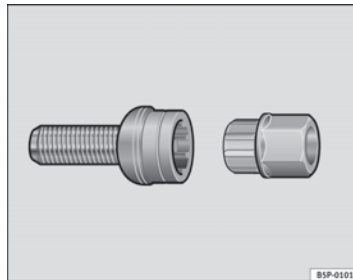

Abb. 176 Diebstahlhemmende Radschrauben ►
- Setzen Sie den Adapter bis zum Anschlag in der diebstahlhemmenden Radschraube ein ⇒ Seite 258, Abb. 176.